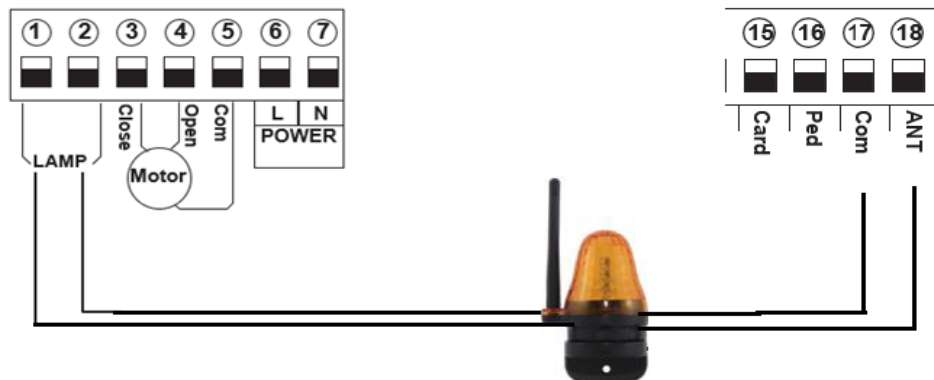

Рис. 15. Схема подключения сигнальной лампы
5.2. Подключение сигнальной лампы. (Смотрите рисунок 15)